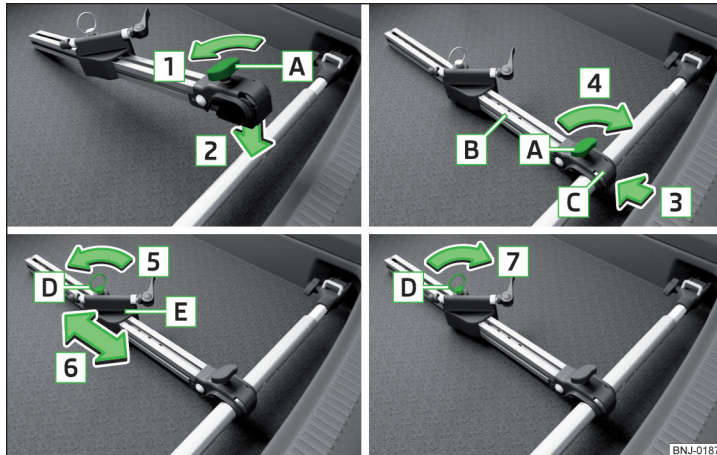

Abb. 112 Fahrradträger einbauen
- Die Schraube **A** am Fahrradträger (nachstehend nur Träger) in Pfeilrichtung **1** lösen » Abb. 112.
- Möchte man zwei Fahrräder transportieren, dann die Schraube **A** » Abb. 112 auf Seite 95 am Träger lösen und den Träger zusammen mit dem befestigten Fahrrad nach links verschieben.
- Die Schraube **A** » Abb. 112 auf Seite 95 am Träger festziehen.
- Falls erforderlich, die Position des verschiebbaren Teils **E** » Abb. 112 auf Seite 95 anpassen.